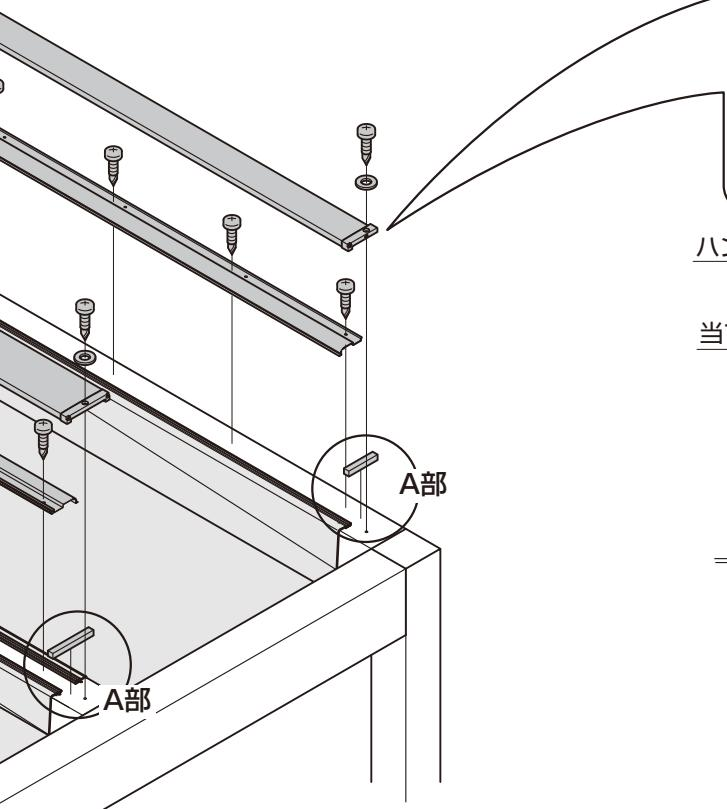
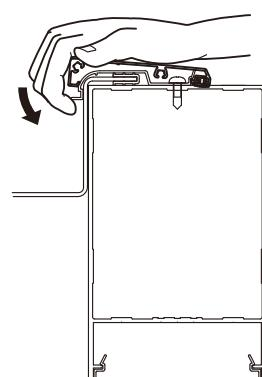

図9-38 中間部の場合
図9-39 端部の場合
- ④屋根固定材カバーを屋根固定材にはめ込んでください。(図9-38、図9-39参照)